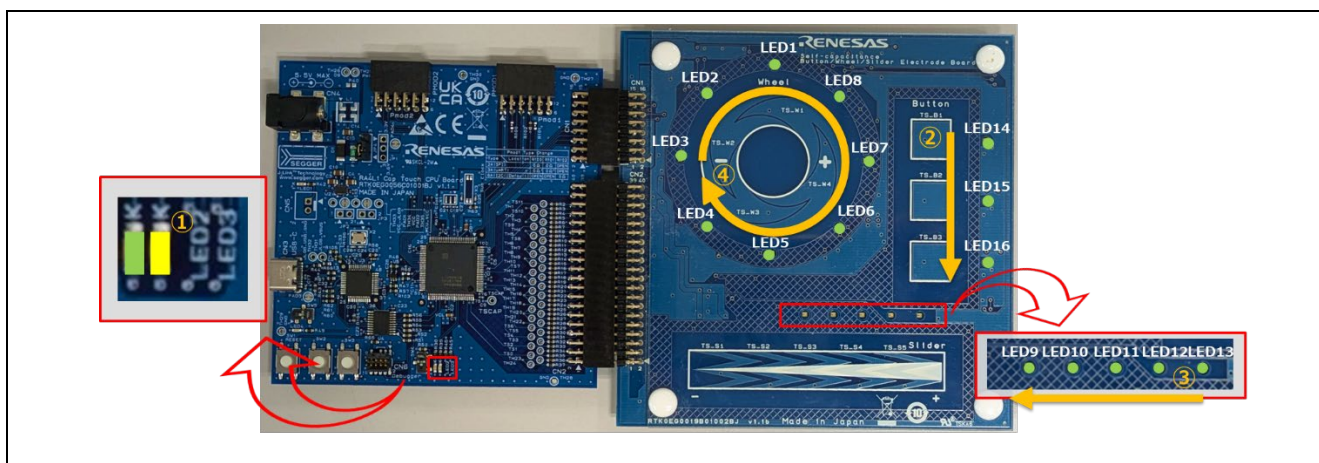

図 1.1 ソフトウェア起動時の LED テスト
1. 電源投入して起動すると LED テストをします。始めに CPU ボードの LED2 と LED3 を点灯します。その後、電極ボードの LED をボタン、スライダ、ホイールの順に点灯と消灯をします。(図 1.1 参照)